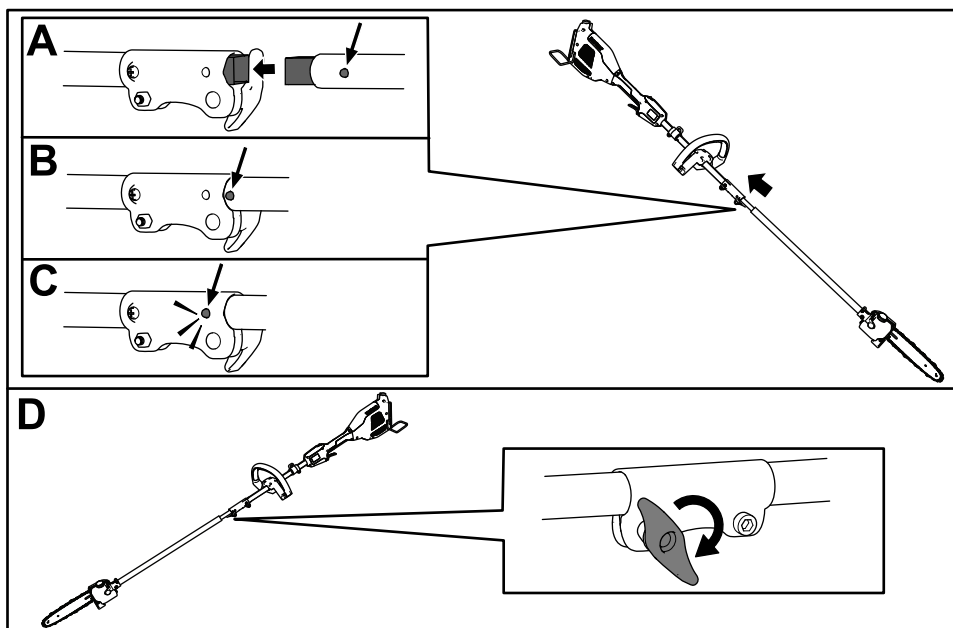

Figure 4
1. Insérez l'arbre carré de l'accessoire dans l'arbre carré de la tête motrice (A de Figure 4).
2. Placez le bouton de verrouillage situé sur la moitié inférieure du manche en face du trou situé sur la moitié supérieure, et emboîtez-les 2 moitiés ensemble (B et C de la Figure 4).
Remarque: Le bouton de verrouillage s'enclenche dans le trou quand les deux moitiés du manche sont correctement emboîtées (C de la Figure 4).
3. À l'aide de la poignée, serrez la vis sur le connecteur du manche jusqu'à ce qu'il soit bien fixé (D de la Figure 4).